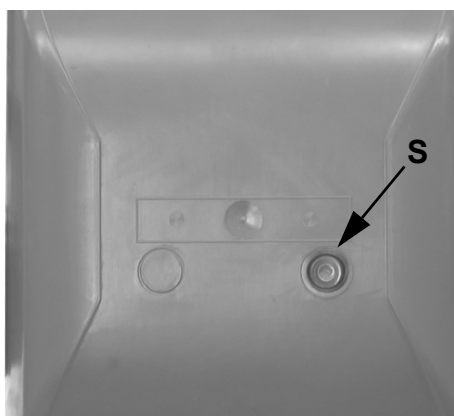

Fig. 37
- S'assurer que le boîtier de commande n'est pas en état d'arrêt et, si c'est le cas, le débloquent à l'aide du bouton de déblocage S situé sur le couvercle du brûleur (voir Fig. 37).
- S'assurer que le boîtier de commande n'est pas en état d'arrêt et, si c'est le cas, le débloquent à l'aide du bouton de déblocage S situé sur le couvercle du brûleur (voir Fig. 37)
- S Bouton-poussoir de réinitialisation Fig. 37